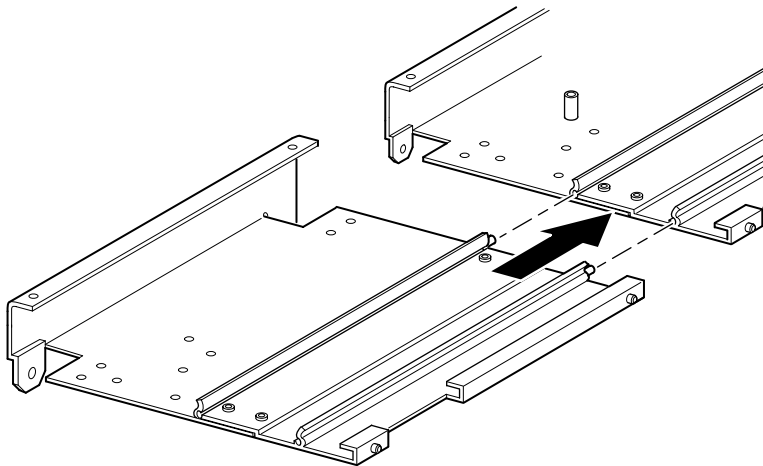

図2-14: 5Uまたは10Uの拡張ユニットの取り付け
8. 5Uまたは10Uの拡張ユニットを、以下の手順に従って取り付けます（図2-14を参照）。